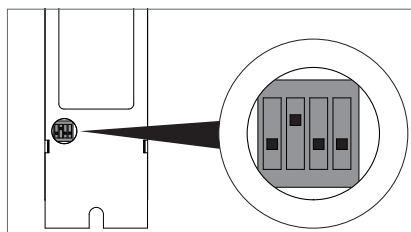

Fig. 30: Position de l'interrupteur DIP pour la fonction Simple Group Control.
- ▶ Réglez l'interrupteur DIP n° 2 sur la position « ON », voir Fig. 30.